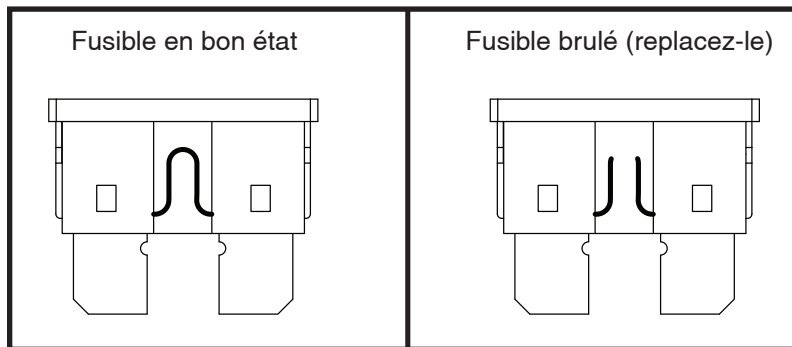

Figure 21. Le remplacement des fusibles
2. Examinez-le pour vérifier s’il est brûlé. **Voir la figure 21.**